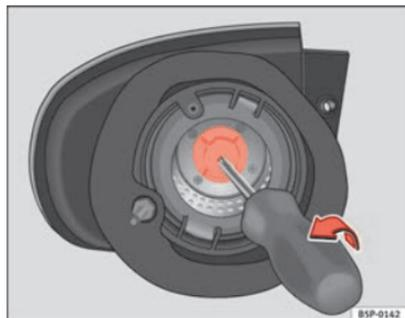

Fig. 199 Luz intermitente.
- Saque el portalámparas del intermitente con ayuda de un destornillador en el sentido de la flecha ⇒ fig. 199.